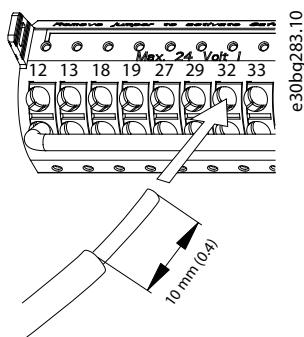

图 5.19 连接硬质控制线缆
- 对于硬质线缆, 将裸露的线缆推入到触点中。请参阅图 5.19。